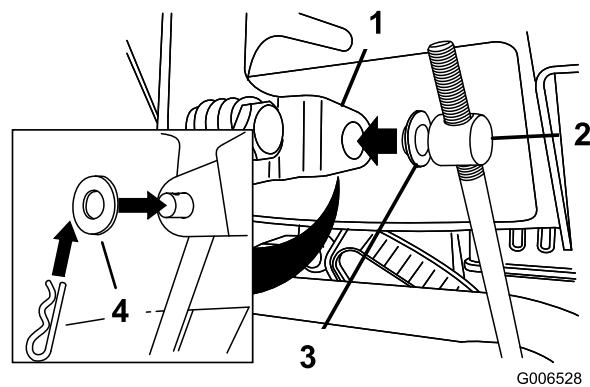

Figure 11
- Retirez la goupille fendue et la rondelle extérieure du tourillon à l'extrémité supérieure de la tige de commande de vitesse (Figure 11).
Remarque: Pour faciliter l'installation, laissez la rondelle plate sur le tourillon (Figure 11).
6. Soulevez la tige de commande de vitesses et insérez le tourillon dans le trou du levier sélecteur de vitesses (Figure 11).
- B. Désaccouplez le tourillon du sélecteur de vitesses (Figure 11).
- C. Tournez le tourillon vers le bas (sens horaire) sur la tige de commande de vitesse (Figure 11).
- D. Accouplez le tourillon au sélecteur de vitesses (Figure 11).
- C. Tournez le tourillon vers le haut (sens anti-horaire) sur la tige de commande de vitesse (Figure 11).